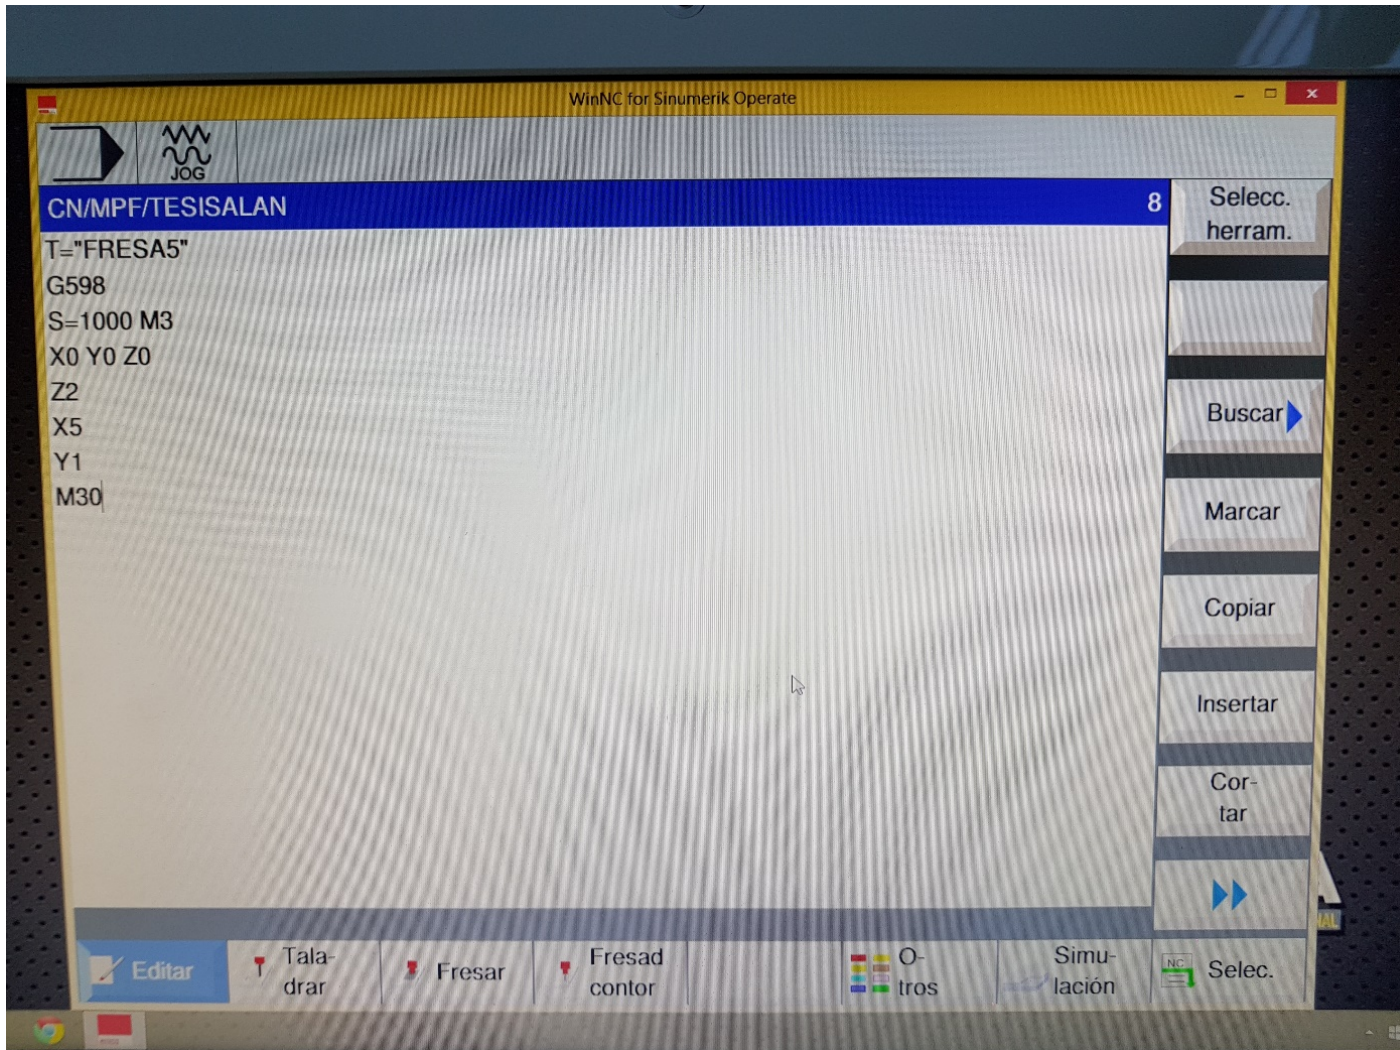

Ilustración 5.23
- b. Selecciona uno de los programas ya creados y dar doble click con el ratón hasta que aparezca la pantalla de programación (ilustración 5.23),
7. Al darle aceptar, aparece la pantalla de la ilustración 5.23, en esta pantalla se empezará a programar (la pantalla aparece sin nada escrito)